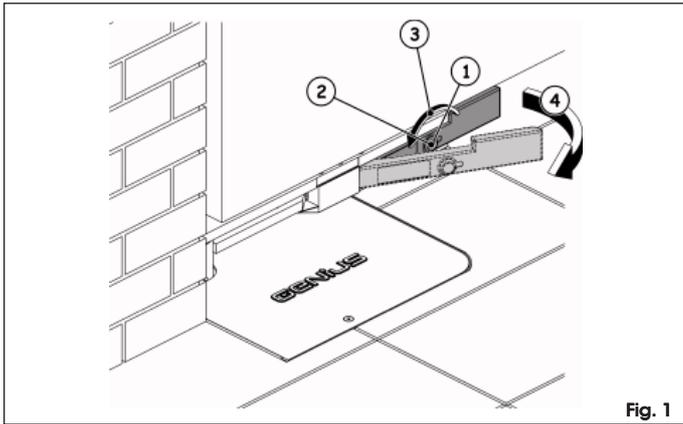

Fig. 1
Le dispositif est fixé sur la patte de support du portail (Fig. 1 réf. ③) et permet de débloquent le système tant de l'intérieur que de l'extérieur de la propriété. Pour l'actionnement manuel du vantail:
- ouvrir le capot de protection de la serrure (Fig. 1 réf. ①)
- insérer la clé de déverrouillage dans la serrure (Fig. 1 réf. ②)
- tourner la clé dans la direction du pilier jusqu'à l'arrêt (Fig. 1 réf. ③)
- tirer la clé vers soi (Fig. 1 réf. ④)